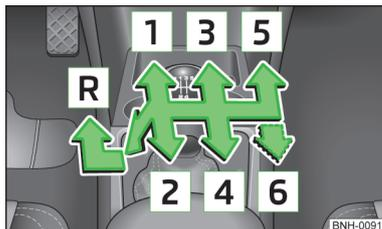

Fig. 90
Sulla leva del cambio sono raffigurate le singole posizioni delle marce » fig. 90.
- Portare la leva del cambio completamente a sinistra e quindi in avanti in posizione **R** » fig. 90.